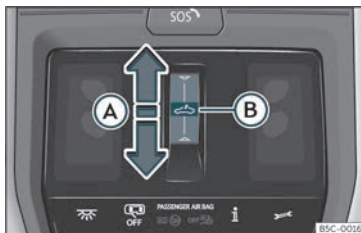

Fig. 83 Nel rivestimento interno del tettuccio: tasto del tettuccio di vetro.
- Movimento automatico: far scivolare il dito indietro sull'area funzionale  **fig. 83 (A)**.
- Entro circa 5 secondi dall'attivazione della funzione antischiacciamento, far scivolare il dito in avanti sull'area funzionale  »» fig. 83  e tenere premuto finché il tetto non si chiude completamente.